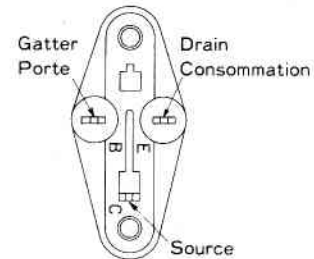

Abb. 5 Fig. 5
- (1) Wenn die stabilisierte Stromversorgung und die dazugehörigen Teile von Q701 und Q702 (D706, R752, R753 und ähnliche Teile) ersetzt werden, könnte die Einstellung der Eingangs/Ausgangs-Gleichspannung ausdriften, so daß die Eingangs/Ausgangs-Gleichspannung kontrolliert werden muß.
- (2) Da für hFE in (E)-Klassen klassifiziert ist und für Q701 und Q702 eine Klasse von (E1) – (E3) vorgeschrieben ist, unbedingt beim Austausch auf die richtige Klasse für den entsprechenden Kanal achten.
- (3) Da der Stecker für den Transistor auch für den Leistungs-MOS-FET verwendet wird, wird die Polarität durch B,C und E angegeben. Diese gemäß Angaben in Abb. 5 anpassen, wenn der Leistungs-MOS-FET erneuert bzw. geprüft wird.